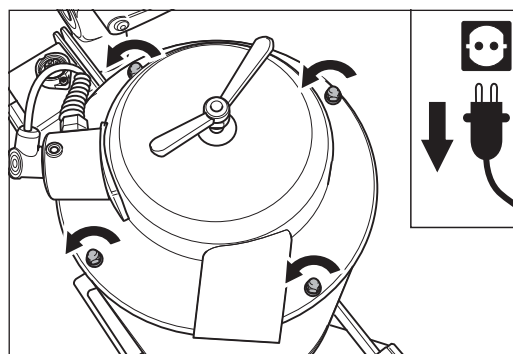

Abb. 71 Die vier Hutmuttern und die vier Unterlegscheiben am Staubabscheider-Oberteil entfernen.
- 7 Entfernen Sie die vier Hutmuttern und die vier Unterlegscheiben am Staubabscheider-Oberteil (Abb. 71).